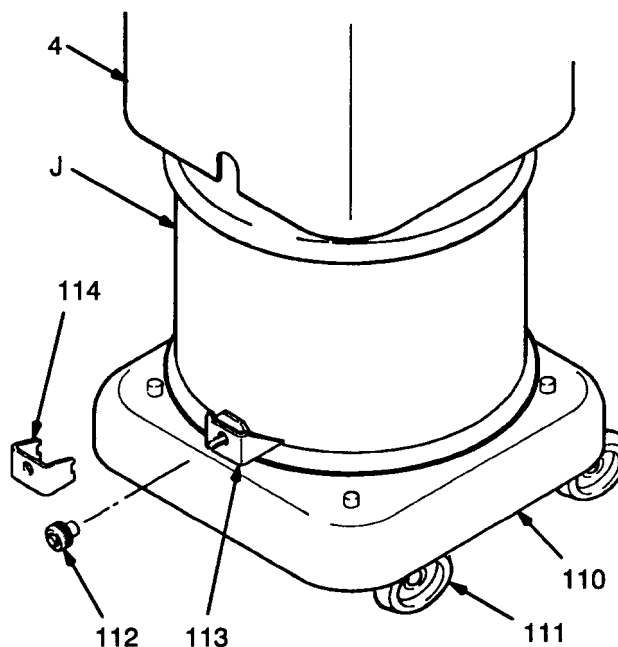

Fig. 1
1. Montare le quattro rotelle (111) negli zoccoli della base di supporto (110).
2. Posizionare un fusto aperto da 60 litri (J) sulla base di supporto. Fissare il fusto utilizzando gli appositi morsetti fissatori (114 o 113) e i dadi ad alette (112). Ved. Fig. 1. Utilizzare i morsetti a punta per i fusti in metallo ed i morsetti ad estremità smussata per i fusti in fibra.
2. Posizionare un fusto aperto da 60 litri (J) sulla base di supporto. Posizionare i morsetti fissatori (114 o 113) sulla base di supporto, contro il fusto, come illustrato nella Fig. 1.
3. Posizionare il coperchio quadrato sul fusto. Fissare il fusto ed il coperchio quadrato utilizzando i morsetti fissatori e i dadi ad alette (112). Fare riferimento alla figura relativa al Modello 226-375 assemblato sulla copertina.